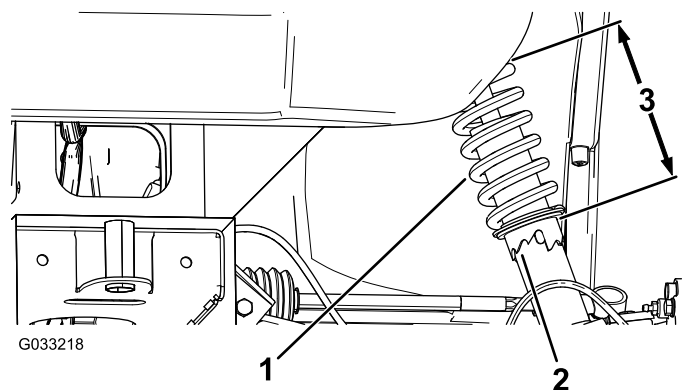

Figura 48
2. Si la caída de la rueda no está alineada, utilice la llave de tuercas para girar el collarín en el amortiguador y alinear la rueda (Figura 48).